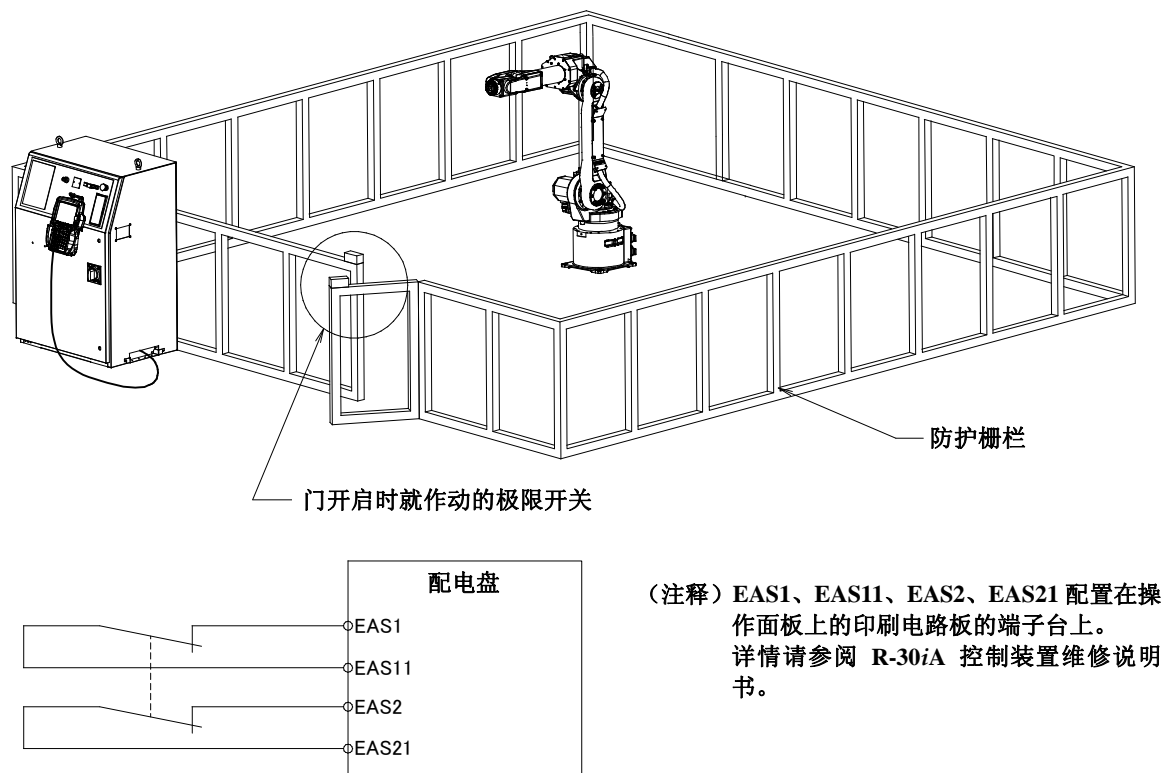

图 1.1 防护栅栏和安全门 (R-30iA 控制装置的情形)
- (1) 运用机器人系统的各作业人员，应通过 FANUC 公司主办的培训课程接受培训。
- (2) 在设备运转之中，即使机器人看上去已经停止，也有可能是因为机器人在等待信号而处在即将动作的状态。即使在这样的状态下，也应该视为机器人处在操作状态。为了确保作业人员的安全，应当能够以警报灯等的显示或者响声等来告知（作业人员）机器人处在操作之中。
- (3) 应在系统的周围设置防护栅栏和安全门，使得如果不打开门作业人员就进不去，而当打开门时，机器人就会停下。
**控制装置在设计上可以连接此互锁信号。通过此信号，当安全门打开时，可使机器人急停。有关连接方法，请参阅图 1.1。**
- (4) 所有外围设备，均应连接上适当的地线（第 1 类、第 2 类、第 3 类）。
- (5) 应尽可能将外围设备设置在机器人的动作范围之外。
- (6) 应在地板上画上线条等来标清机器人的动作范围，使得操作者弄清包括机器人上配备的机械手等刀具在内的机器人的动作范围。
- (7) 应在地板上设置垫片开关或安装上光电开关，以便当作业人员将要进入机器人的动作范围时，通过蜂鸣器和光等发出警报，使机器人停下，由此来确保作业人员的安全。
- (8) 应根据需要，设置一把锁，使得负责操作的作业人员以外者，不能接通机器人的电源。
- (9) 在单个进行外围设备的调试时，务须断开机器人的电源后再执行。